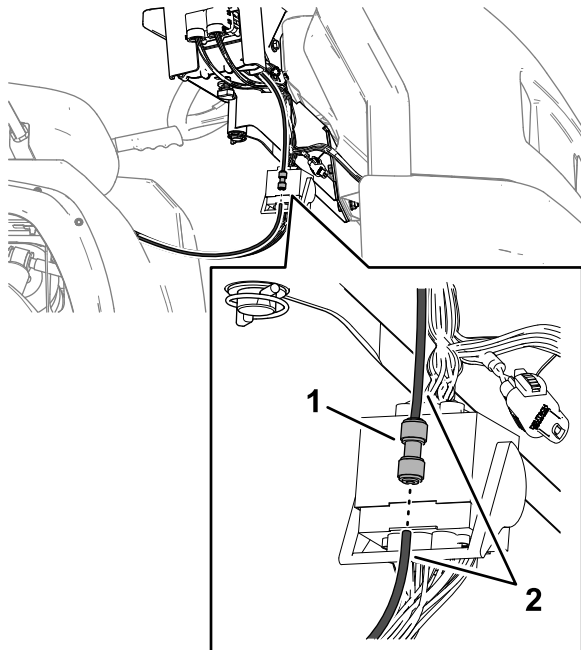

図 132
5. **図 132**のように、押し嵌めフィッティングから水圧検知チューブを外す。